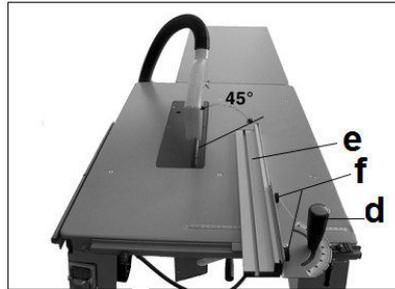

Рис. 18
- Пиление узких заготовок (ширина менее 120 мм) и выполнение наклонных распилов допускается только при горизонтальной установке параллельного упора (Рис. 18).